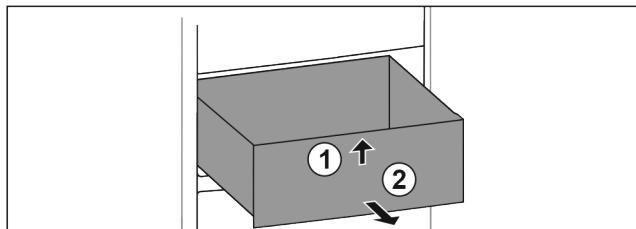

Fig. 81
- Повдигнете чекмеджето отпред. Fig. 81 (1)
- Извадете чекмеджето напред. Fig. 81 (2)